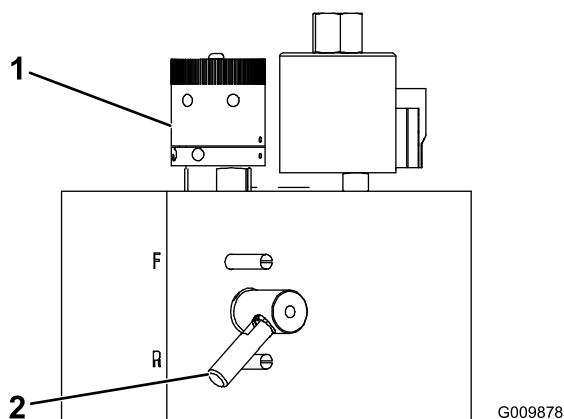

Figura 64
3. Gire el mando de autoafilado, situado en el bloque de válvulas (Figura 64), a la posición de autoafilado (R). Gire el mando de velocidad de los molinetes (Figura 64) a la posición 1.